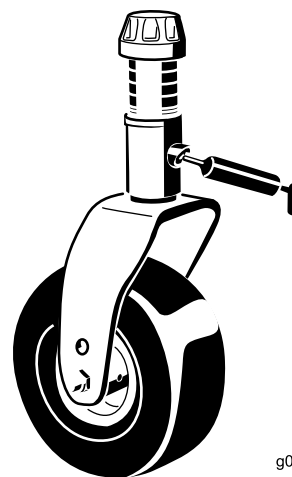

Figura 41
- 2 boccole dell'albero della forcella della ruota orientabile (Figura 41)